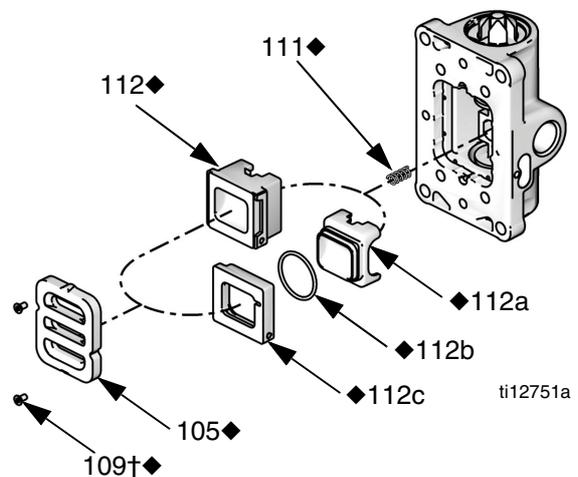

ABB. 5: Ausbau der Druckluftplatte
- Siehe ABB. 5. Mit einem 2-mm- oder 5/64-Sechskantschlüssel die beiden Schrauben (109†♦) entfernen. Die Ventilplatte (105♦) ausbauen.